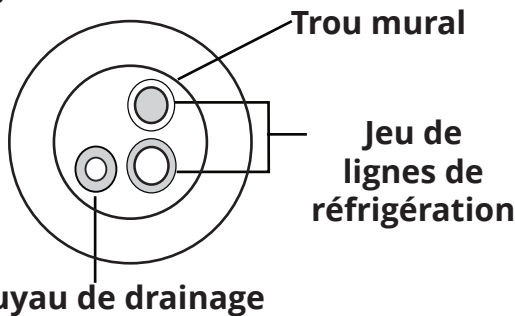

Figure 5.21
- Positionnez le tuyau de drainage et le jeu de lignes de manière à ce qu'ils passent par le trou du mur dans l'orientation indiquée ci-dessous à la figure 5.21.